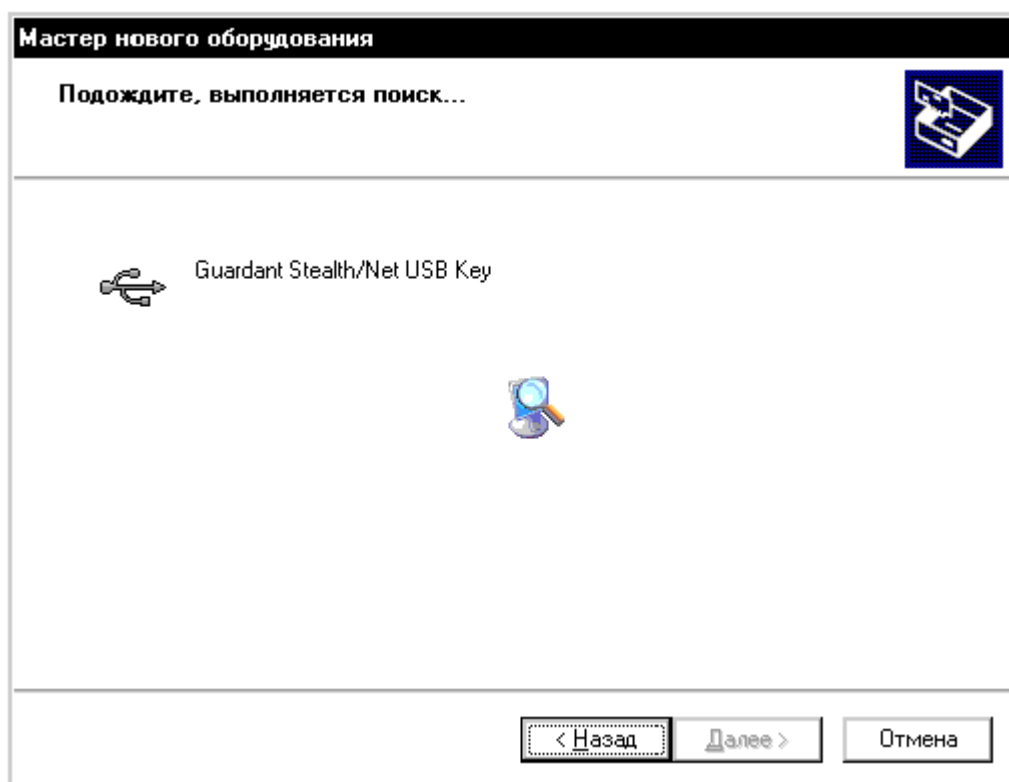

Рис. 1.13. Поиск и конфигурирование ключа
4. После поиска и конфигурирования (Рис. 1.13), Мастер сообщит, что драйверы не подписаны корпорацией Майкрософт и предложит отказаться от установки.